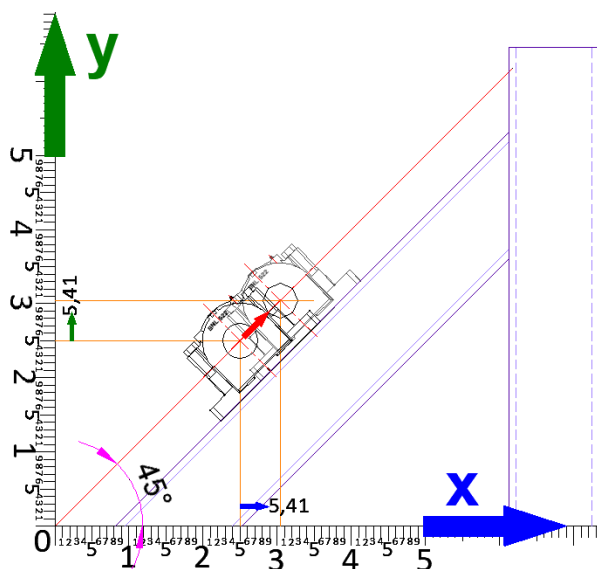

Fig.36 : Correction en altitude 5.41 mm = erreur en X 5.41 en X 9.37
- **incliné**, la correction en altitude est égale à : {fig.36 à 37} (voir article 2.3)